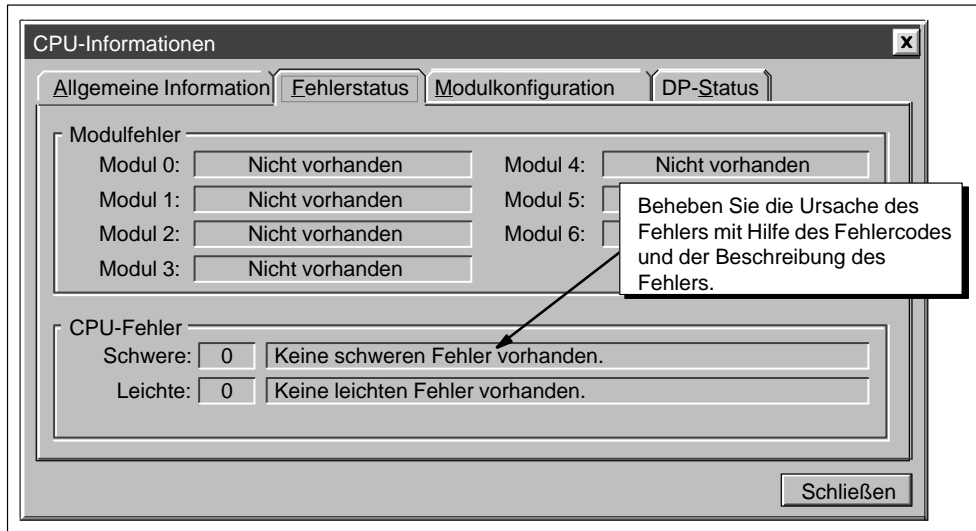

Bild 6-16 Register "Fehlerstatus" im Dialogfeld "CPU-Informationen"
Die S7-200 CPU unterteilt aufgetretene Fehler in schwere und leichte Fehler. Mit STEP 7-Micro/WIN können Sie sich die Fehlercodes anzeigen lassen, die von den aufgetretenen Fehlern erzeugt wurden. Bild 6-16 zeigt das Dialogfeld "CPU-Informationen", in dem der Fehlercode und die Beschreibung des Fehlers angezeigt werden. Eine vollständige Liste aller Fehlercodes entnehmen Sie Anhang C.
Leichte Fehler können den Betrieb der CPU teilweise einschränken. Die CPU ist jedoch weiterhin in der Lage, das Programm zu bearbeiten und die Ein- und Ausgänge zu aktualisieren. Sie können sich mit STEP 7-Micro/WIN die Fehlercodes anzeigen lassen, die von den leichten Fehlern erzeugt wurden (siehe Bild 6-16). Es gibt drei wesentliche Gruppen leichter Fehler:
- Programmierfehler zur Laufzeit: Sie (bzw. Ihr Programm) können Fehlerbedingungen hervorrufen, die auftreten, während das Programm bearbeitet wird. Ein indirekter Adreßpointer beispielsweise, der beim Übersetzen des Programms gültig war, kann während der Bearbeitung des Programms geändert worden sein, so daß er auf eine Adresse außerhalb des gültigen Bereichs zeigt. Dies wird als Programmierfehler zur Laufzeit bezeichnet. Anhand des Dialogfelds "CPU-Informationen" (siehe Bild 6-16) können Sie feststellen, welche Art von Fehler aufgetreten ist.